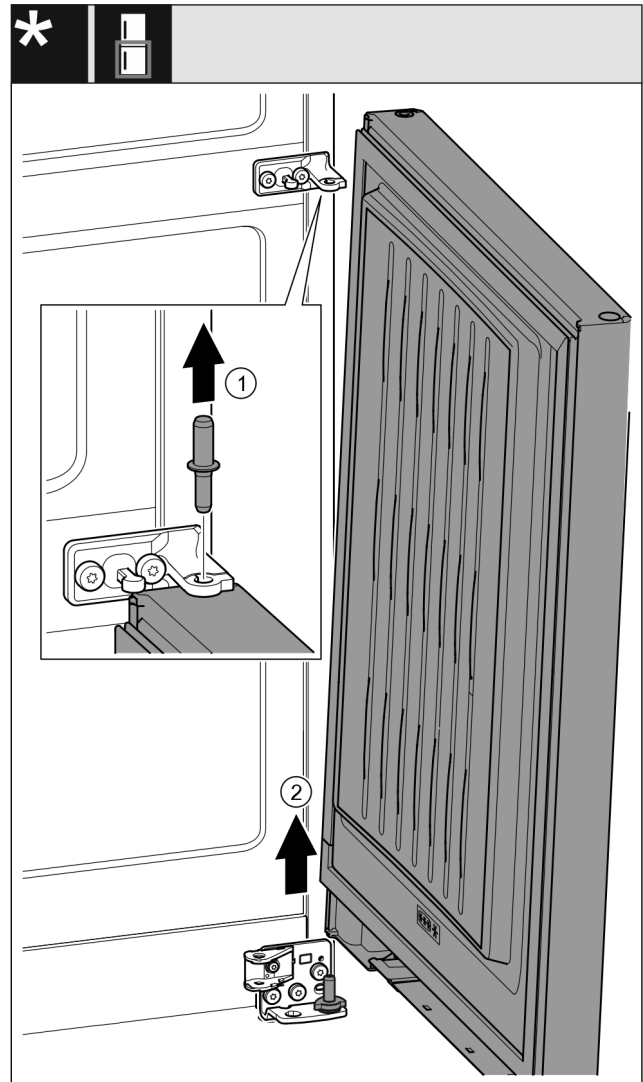

Fig. 22 Avec amortisseur de fermeture*
- ▶ Retirer l'axe Fig. 22 (1) par le haut.*
- ▶ Faire pivoter la porte Fig. 22 (2) vers l'extérieur, la retirer par le haut et la mettre de côté.*